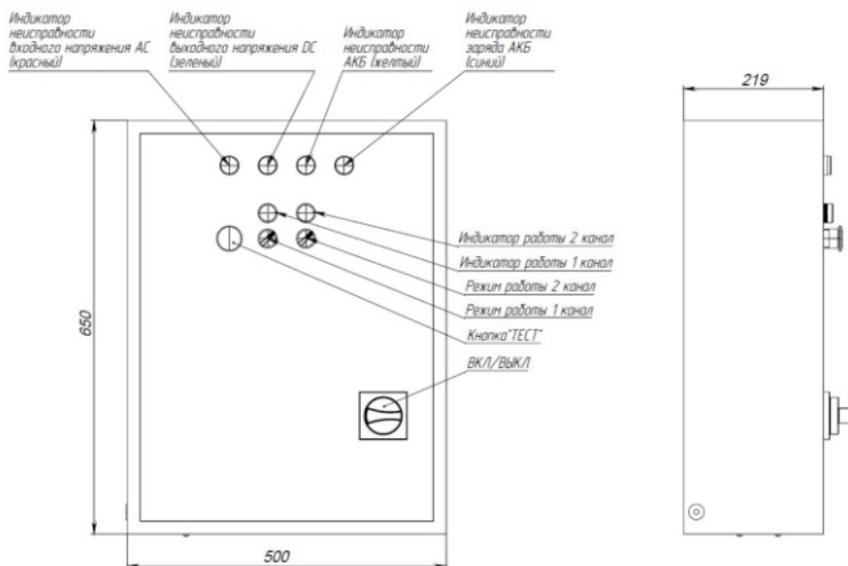

Рисунок 1
4.3.1 Непостоянный режим. Включается при помощи переключателя на передней панели ЩАО (рис.1), напряжение на выходе появляется только при исчезновении напряжения на входе (L, N) ЩАО.
4.3.2 Постоянный режим. Включается при помощи переключателя на передней панели ЩАО (рис.1).